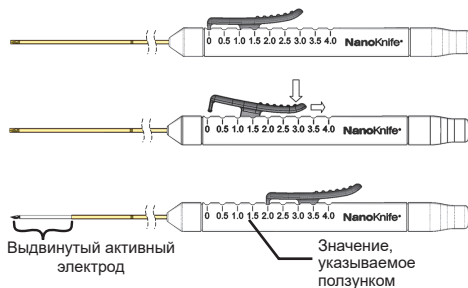

Рисунок 6. Регулировка выдвижения электрода
13. Проверьте длину выдвинутого электрода, указываемую ползунком на рукоятке (см. рисунок 6).